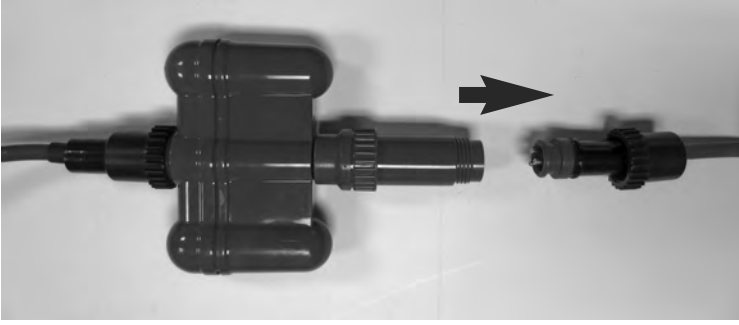

FIGURE E1
3) Déconnectez le câble court du raccord en desserrant la bague noire et en tirant doucement sur la fiche (Figure E1).